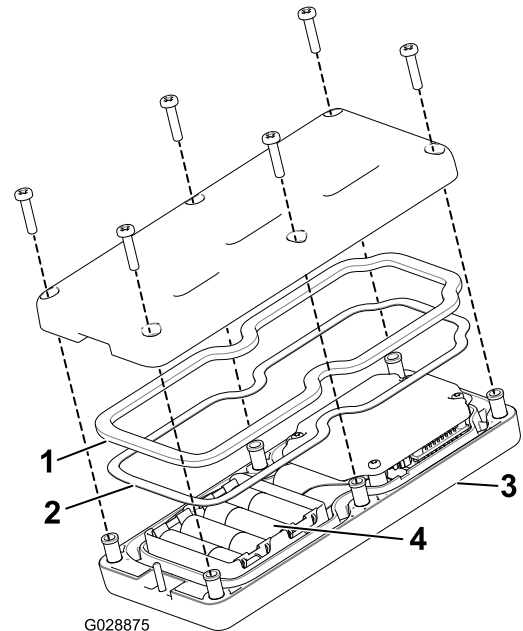

図 21
2. 電池を入れる 電池の向きに注意すること。電池を入れる箇所にはプラス・マイナスの表示がある 図 21。
3. スチール製のガスケットとゴム製のシールをハンドヘルドリモートの溝にきちんとはめ、バックカバーを取り付ける (図 21)。
4. ねじ6本を使ってカバーを固定し 図 21、各ねじを 1.5 - 1.7N・m(0.15-0.17 kg.m = 13 - 15 in-lb)にトルク締めする。